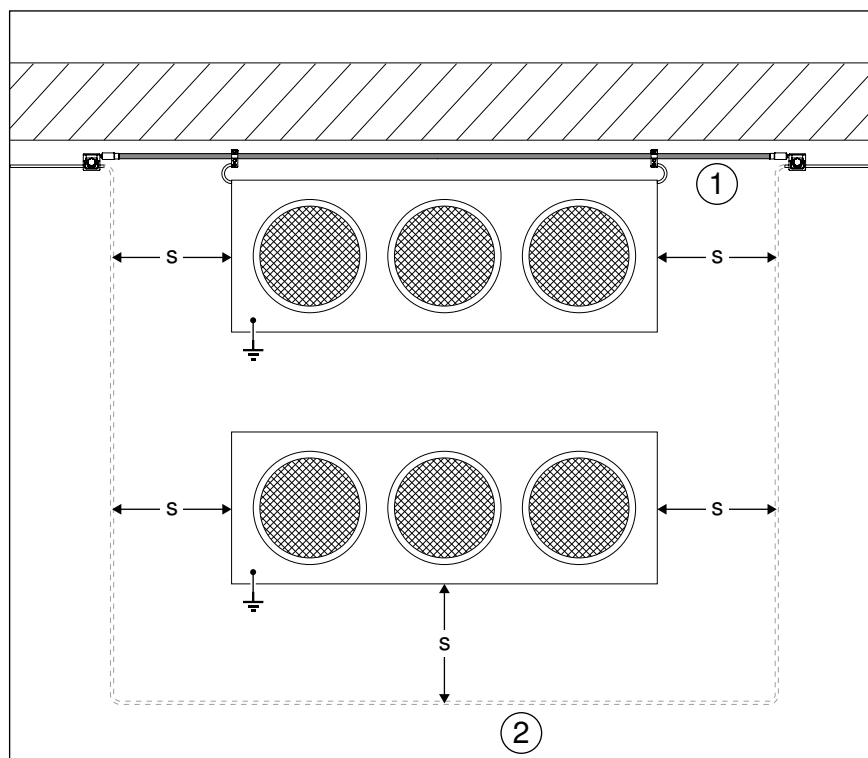

Fig. 68: Câble isCon intégré à un maillage conventionnel
Dans les endroits où une maille en conducteur nu conventionnel est difficilement faisable en respectant la distance de séparation  $s$ , par exemple autour de structures installées en toiture (voir Fig. 68 N°②), le conducteur isCon ① peut être intégré à la maille, si la distance de séparation calculée est inférieure ou égale à la distance de séparation équivalente du conducteur isCon utilisé.